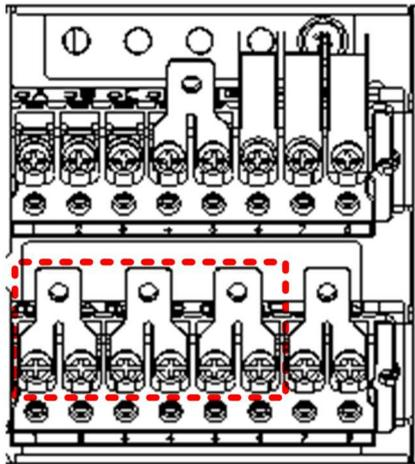

Figura 8-18 Entrada trifásica y salida monofásica, configuración de bypass separado (1)
a) Retire las tres barras de cobre de cortocircuito de los terminales de entrada del rectificador mA, mB y mC; consulte la Figura 8-18.